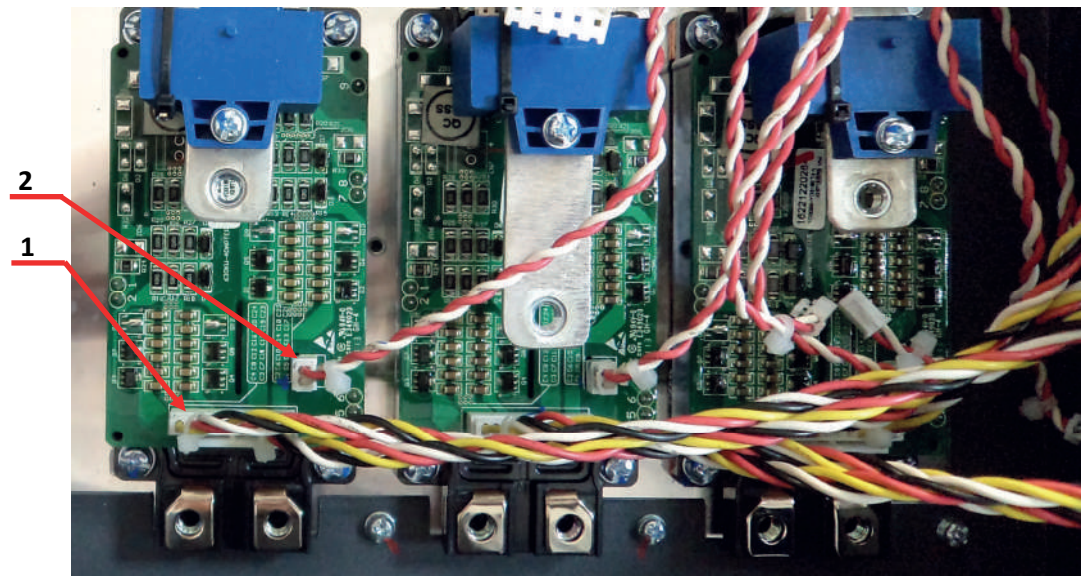

Рис.7.15
7.5.5. Присоединить разъем поз.1 и разъем поз.2 к плате модуля IGBT (рис.7.15).